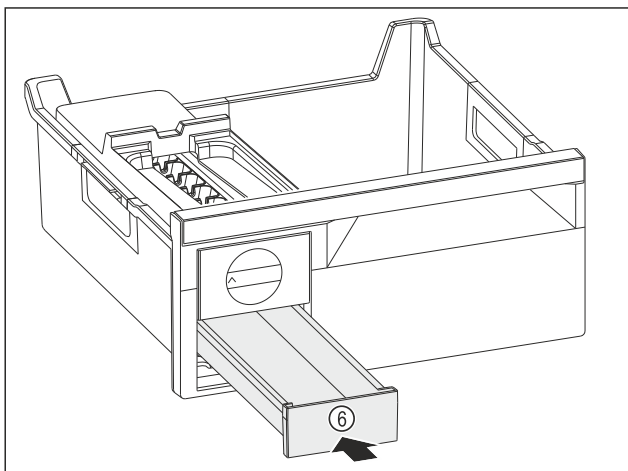

Fig. 111
- ▶ Вдвиньте выдвижной ящик для кубиков льда Fig. 111 (6).